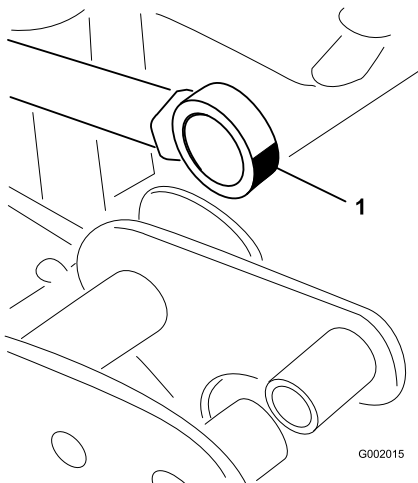

Figure 72
5. Faites pivoter roulement d'extrémité de la tige et appliquez de la graisse dans le roulement (Figure 72).